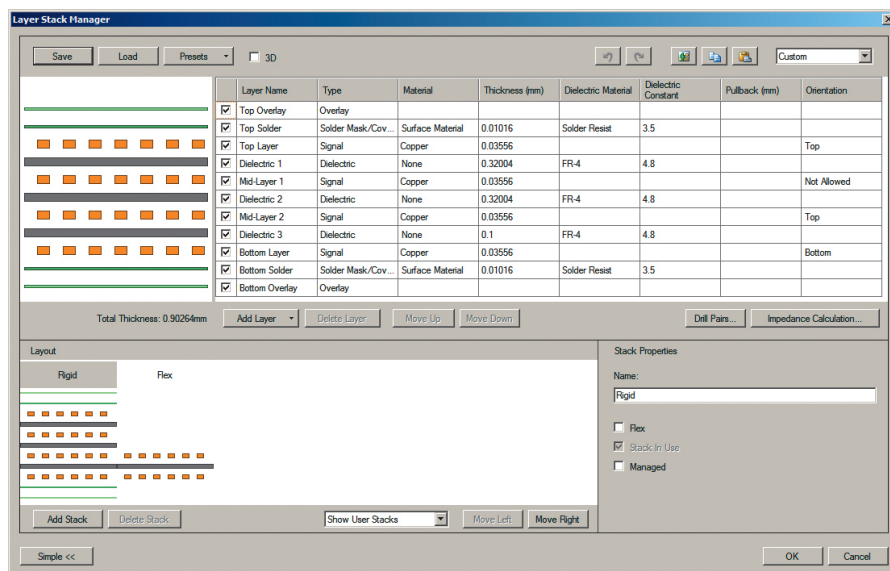

Рис.2. Управление структурой платы
**Шаг 2** – определение структуры платы. Сама процедура описания стека слоев в плате не изменилась и может быть выполнена в любом режиме работы (2D, 3D) через меню Design → Layer Stack Manager (рис.2). Появилась возможность задать несколько стеков (в случае, показанном на рис.2, заданы два – Rigid и Flex) и дать каждому из них свое наименование. Для стека можно указать несколько слоев, и для каждого из них задать необходимый набор характеристик (в верхней части окна Layer Stack Manager).